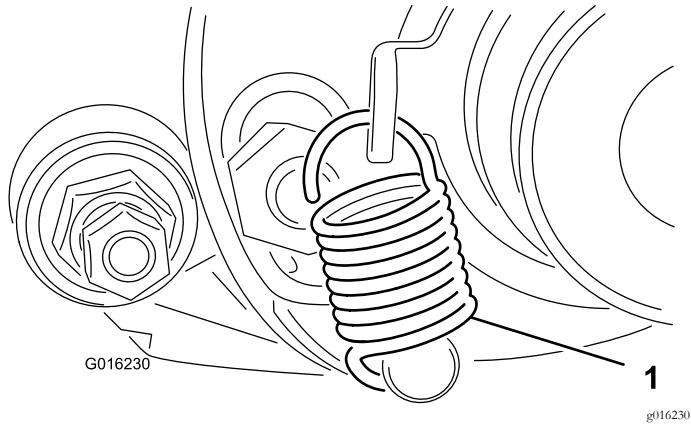

图15
35. 旋转怠轮皮带轮、直到换档控制杆弹簧钩入皮带轮托架的孔中以及螺栓上、如图15 所示。